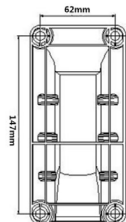

Fig.2
3. Приложите монтажный кронштейн в качестве шаблона, отметьте положение каждого и просверлите четыре отверстия в стене (Рис. 2)